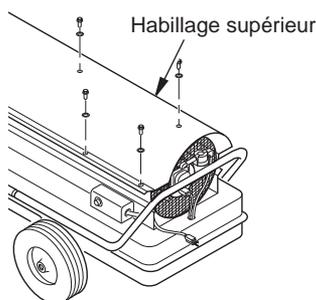

Figure 5 - Retrait de l'habillage supérieur
1. Retirez les vis le long de chaque côté et sur le dessus de l'appareil de chauffage à l'aide d'un tourne-écrou de 5/16 po. Ces vis raccordent les habillages supérieur et inférieur (voir figure 5).